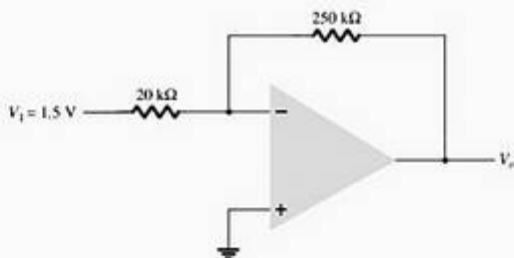

Figura 13.42 Problemas 3, 25.
3. Qual é a tensão de saída no circuito da Figura 13.42?
- *25. Utilize o Schematic Capture ou o EWB para desenhar um circuito que determine a tensão de saída no circuito da Figura 13.42.